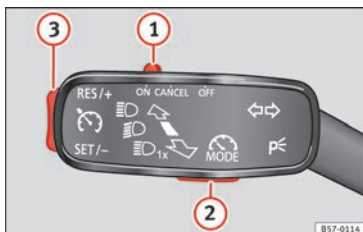

Fig. 173 À gauche de la colonne de direction : commande et touches servant à utiliser le limiteur de vitesse.
Si vous souhaitez désactiver temporairement le limiteur de vitesse, pour doubler par exemple, réglez la commande » fig. 173 ① du levier des clignotants sur la position **CANCEL** ou réglez le troisième levier sur la position **CANCEL** ou appuyez sur la touche ② de l'un quelconque des leviers.